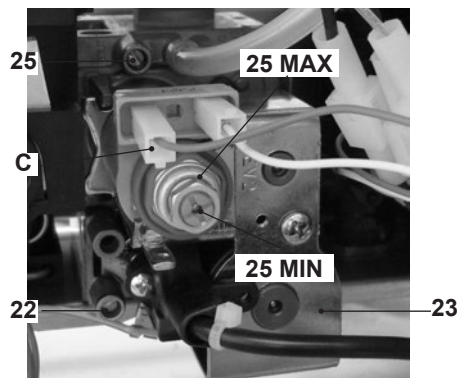

Fig. 7.3
- A caldaia spenta (fuori servizio), controllare la pressione di alimentazione utilizzando la presa 22 in Fig. 7.3 e confrontare il valore letto con quelli riportati nella tabella Pressioni di alimentazione gas nella sezione "Dati tecnici" pag. 20.
- Richiudere bene la presa di pressione 22 in Fig. 7.3.
- Aprire la presa di pressione 25 in Fig. 7.3 e collegare un manometro.
- Confrontare il valore di pressione misurato con quello indicato nelle tabelle "Pressione gas massima al bruciatore" Fig. 7.4 e Fig. 7.5. Per tarare la pressione al bruciatore agire sul dado esagonale grande in ottone dell'operatore modulante 24 max in Fig. 7.3 (ruotando in senso orario la pressione aumenta).
- Sconnettere il filo di alimentazione C dell'operatore modulante 24. Fare attenzione che non vada a toccare le parti metalliche della caldaia Fig. 7.3.
e Fig. 7.7. Per tarare la pressione al bruciatore agire sulla vite in plastica (24 MIN in Fig. 7.3) tenendo fermo il dado esagonale in ottone grande (24 MAX in Fig. 7.3) dell'operatore modulante (ruotando in senso orario la pressione aumenta).
- Collegare il filo di alimentazione C in Fig. 7.3 dell'operatore modulante.
- **Chiudere molto bene la presa di pressione 25 in Fig. 7.3.**
- Aprire la presa di pressione in Fig. 7.3 e collegare un manometro.